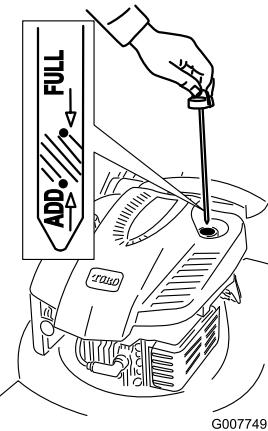

Figura 8
2. **Lentamente**, vierta aceite en el tubo de llenado hasta que el nivel llegue a la marca **Full** (lleno) de la varilla (Figura 8). **No llene demasiado.** (Capacidad máxima: 0,59 l, tipo: SAE 30, aceite detergente con clasificación de servicio API SF, SG, SH, SJ, SL o superior.)
1. Retire la varilla (Figura 8).
1. Retire la varilla, límpielas, y vuelva a colocarla (Figura 8).
2. Retire la varilla y compruebe el nivel de aceite (Figura 8). Si el nivel de aceite está por debajo de la marca **Add** de la varilla, vierta **lentamente** aceite en el tubo de llenado hasta que el nivel llegue a la marca **Full** de la varilla. **No llene demasiado.** (Capacidad máxima: 0,59 l, tipo: SAE 30, aceite detergente con clasificación de servicio API SF, SG, SH, SJ, SL o superior.)